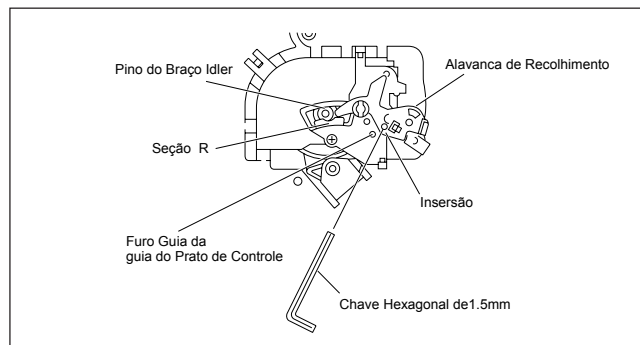
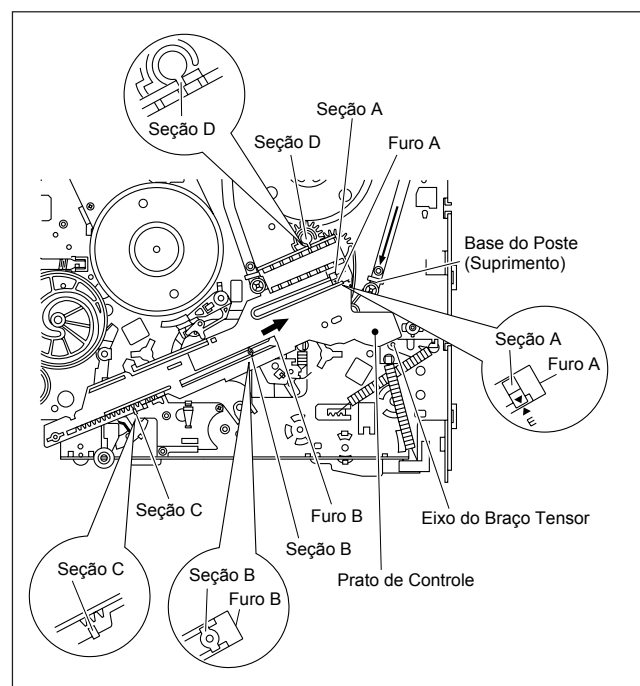

Fig. 2-2-15b
Fig. 2-2-15c
- (1) Ajuste a posição do braço idler como indicado na Fig.2-2-15b (à esquerda do centro da Seção R).
- (2) Alinhe o furo do guia da alavanca de recolhimento com o furo do guia do prato de controle e fixe-o com a chave hexagonal de 1.5 mm.
- (3) Instale o prato de controle de forma que a seção A da engrenagem do braço carregamento encaixe no furo (A) do prato de controle, a seção B do guia do prato de controle encaixe no furo (B), e o prato de controle encaxa-se debaixo da seção C do guia da chave de modo e a seção D da engrenagem do braço de carregamento deve ser pressionada na base do poste (lado do suprimimento) como indicado pela seta. É importante que o braço tensor esteja posicionado o mais próximo do prato de controle. (Veja Fig.2-2-15c.)
- (4) Tenha certeza que a marca E do prato de controle está em alinhamento com a marca da engrenagem do braço de carregamento. (Veja Fig.2-2-15c.)
- (5) Puxe a chave hexagonal para posicionar.